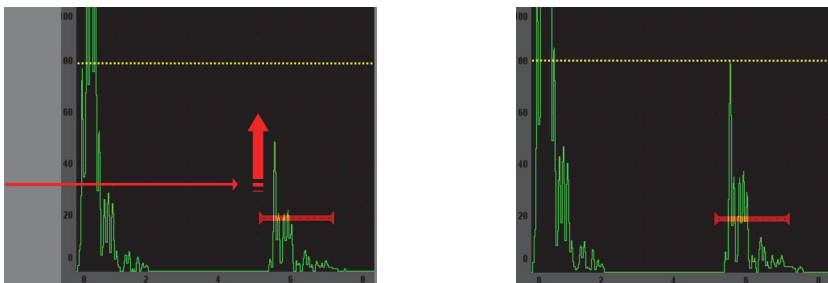

Figure 2-8 Fonction AUTO XX%
- Appuyer sur les touches **[2NDF]**, **(AUTO XX%)** active la fonction Auto XX%, qui règle automatiquement le gain de façon à amener l'amplitude l'écho dans la porte à une valeur de XX % de la hauteur plein écran (la valeur par défaut est de 80 %). [Voir la Figure 2-8 à la page 37.]